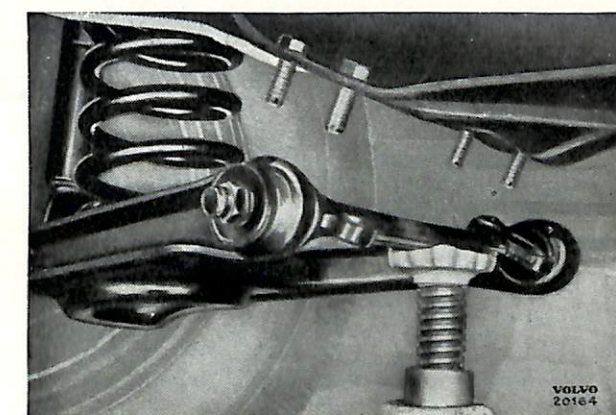

Bild 22. Demontering av nedre länkarm.
och sänk domkraften, se bild 22. Tag bort fjädern. Skruva bort muttern (1 bild 9) och bulten (8) samt lyft fram länkarmen.
2. Sätt fjädern på sin plats med den raka trädänden nedåt. För upp länkarmsaxeln på sin plats med hjälp av domkraft, jämför bild 22. Skruva fast axeln och lås med saxpinnar.